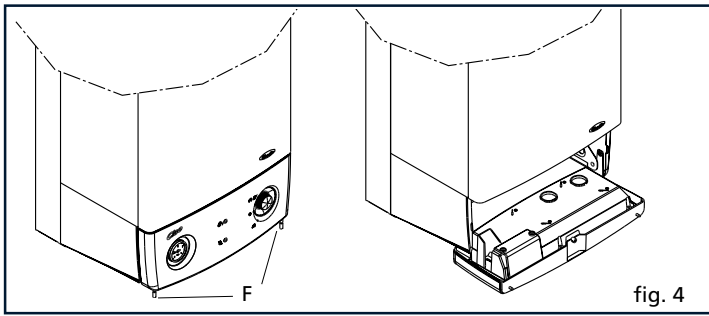

fig. 4
- svitare le viti (**F**) di fissaggio del cruscotto al mantello (fig. 4)